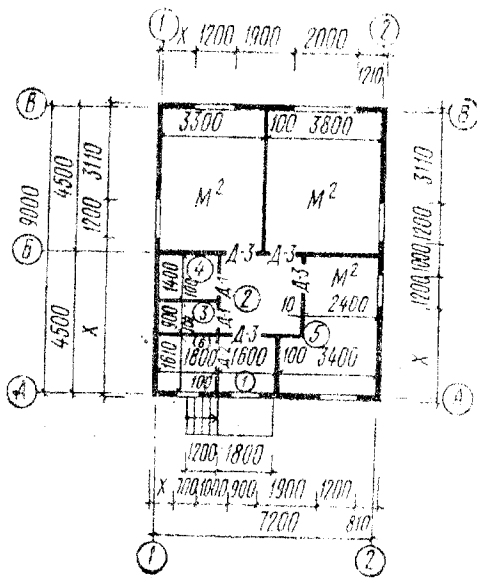

Рис. 19
- Вариант 19. Капитальные стены из кирпича. Толщина наружных стен 510 мм, привязка 310-200 мм. Торцевые стены имеют одностороннюю привязку. Внутренние капитальные стены толщиной 380 мм, привязка центральная. Толщина стен лестничной клетки 380 мм, привязка 280-100 мм. Оконные и дверные проемы без четвертей. Длина балкона 5500 мм. Высота ограждений лестничных маршей 900 мм, ширина лестничного марша 1050 мм (рис. 19).